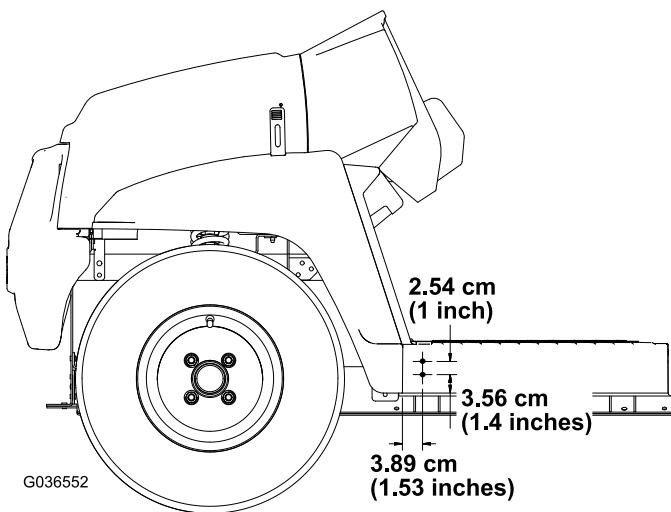

Рисунок 3
- Просверлите два отверстия (5/16 дюйма) по размерам, указанным на Рисунок 3, в наружных поверхностях панели пола с левой и правой стороны машины.